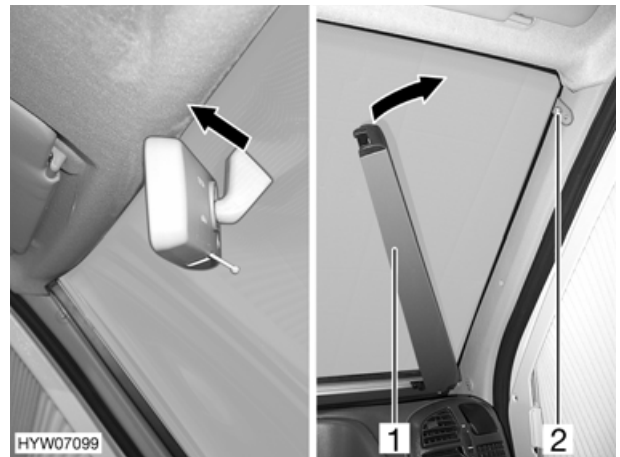

Bild 32 Faltverdunklung für die Frontscheibe
- Die Seitenführungen (Bild 32,1) der Faltverdunklung für die Frontscheibe nach oben klappen und an den Druckknöpfen (Bild 32,2) arretieren.